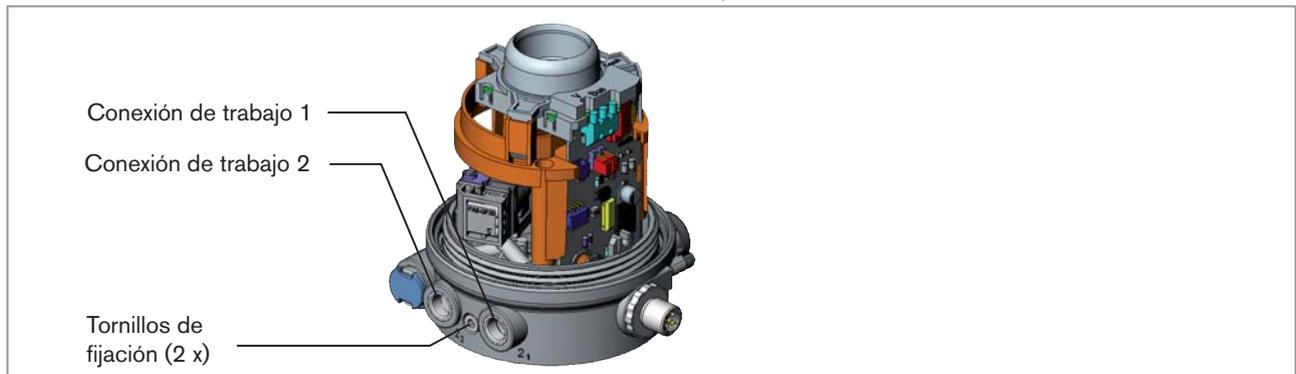

Fig. 2: Módulo de conexión para válvulas de proceso de la serie 20xx
El módulo de conexión neumática de este modelo es distinto (vea la fig. 2).
- Inserte y acople el disco en su soporte (vea la fig. 2).